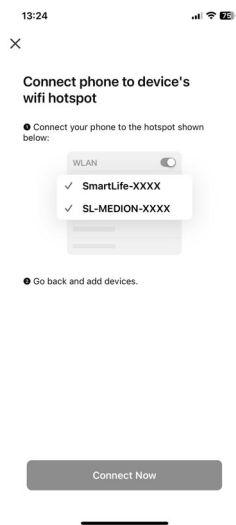

Fig. 7
- ▶ Collegare il proprio smartphone o tablet all’hotspot Wi-Fi del robot aspirapolvere e lavapavimenti (fig. 7).